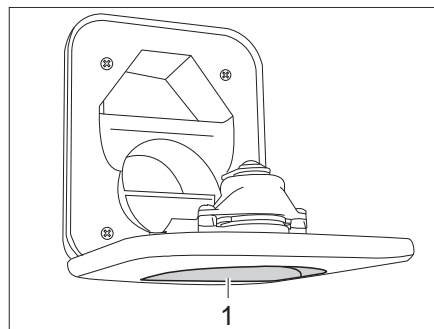

Fig. 257 Tubo de llenado de agua potable para el inodoro
- Abrir el tubo de llenado de agua potable para el inodoro (Fig. 257,1) encima de la trampa para el depósito de aguas fecales y girarlo hacia abajo.